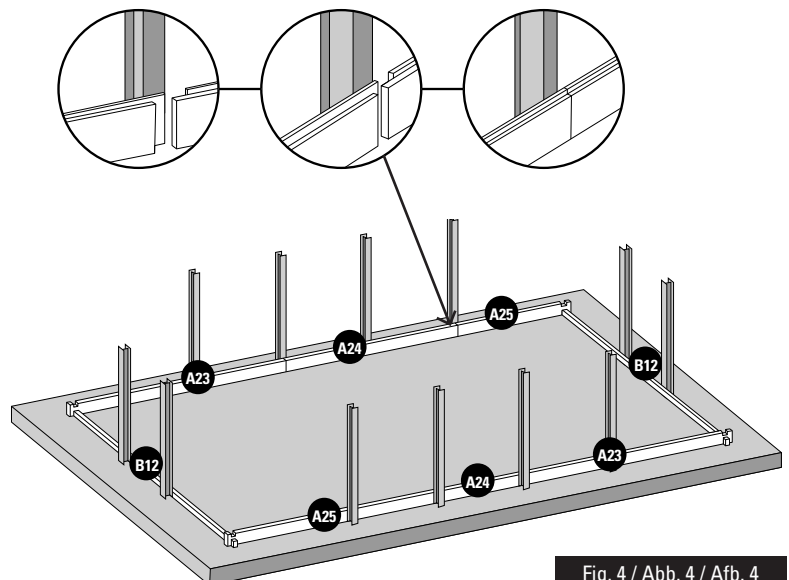

Fig. 4 / Abb. 4 / Afb. 4
**INSTALLATION OF THE FIRST LAYER OF BOARDS:** • Build the first layer placing boards (A23), (A24), (A25) and (B12) as shown by figure 4. • Adjust the shape of the pool using the inside dimensions indicated in the installation diagram (see page 46). • The drawing shows the inside dimensions of the pool for the different opposing diagonals. After having installed the first layer, you should check the inside dimensions of the pool.
**POSITIONNEMENT DE LA 1ÈRE RANGÉE DE MADRIERS :** • Constituez la première rangée, en disposant les madriers (A23), (A24), (A25) et (B12) comme indiqué sur la figure 4. • Ajustez la forme de la piscine en vous aidant des dimensions intérieures indiquées sur le plan d'implantation (Voir page 46). • Le plan donne les dimensions intérieures du bassin pour les différentes diagonales opposées.
**POSITIONIERUNG DER ERSTEN REIHE VON BRETTERN:** • Errichten Sie die erste Reihe, indem Bretter (A23), (A24), (A25) und (B12) platzieren, wie Abb. 4 zeigt. • Passen Sie die Form des Pools an, indem Sie die angezeigten Innenmaße verwenden, die in der Einbauzeichnung (Siehe Seite 46) aufgeführt sind. • Die Zeichnung zeigt die Innenmaße des Pools für die verschiedenen gegenüberliegenden Diagonalen.
**PLAATSING VAN DE EERSTE RIJ PLANKEN:** • Construeer de eerste rij door het plaatsen van planken (A23), (A24), (A25) en (B12) zoals te zien is op afbeelding 4. • Plan de vorm van het zwembad aan waarbij u gebruik maakt van de interne afmetingen die zijn aangegeven op het montageplan (Zie pagina 46). • Het plan geeft interne afmetingen van het zwembad aan voor de verschillende tegenover elkaar liggende diagonale lijnen.